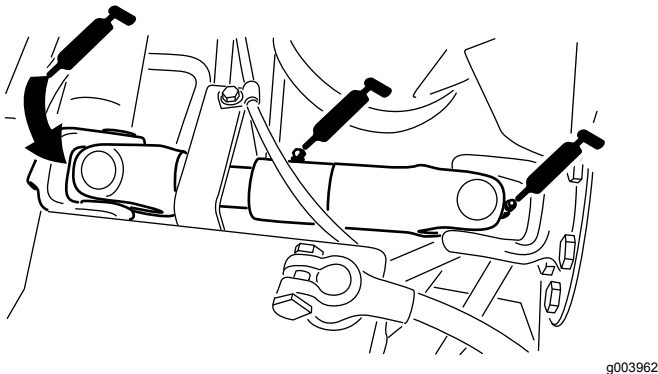

Figura 58
- Articulación de cardán del árbol de transmisión de la bomba (3)—Figura 58